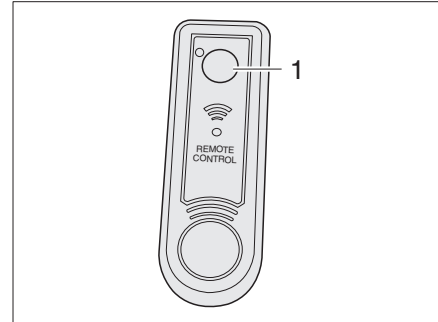

Bild 109 Fernbedienung Leuchte im Aufstelldach
- Knopf (Bild 109,1) drücken, um die Leuchte ein- bzw. auszuschalten.